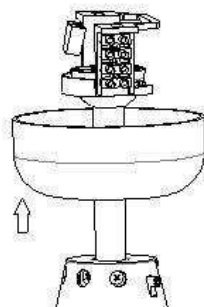

Figure 3
1. Sollevare attentamente il ventilatore dirigendolo verso il soffitto, collocare il giunto sferico del tubo pendente sull'apposito punto della staffa di montaggio fino a farlo innestare. Fig. 3